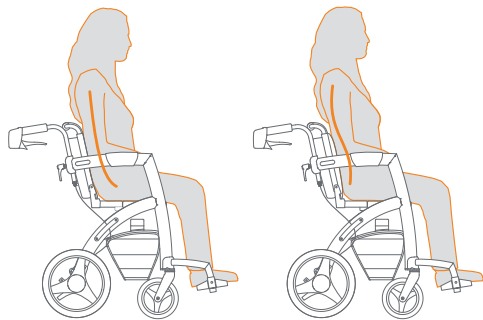

Figura 47: Antes y después de ajustar las correas de ajuste, la posición correcta para sentarse derecha.
- f. Intente ver si se siente tan bien en una postura correcta (**Figura 47**).